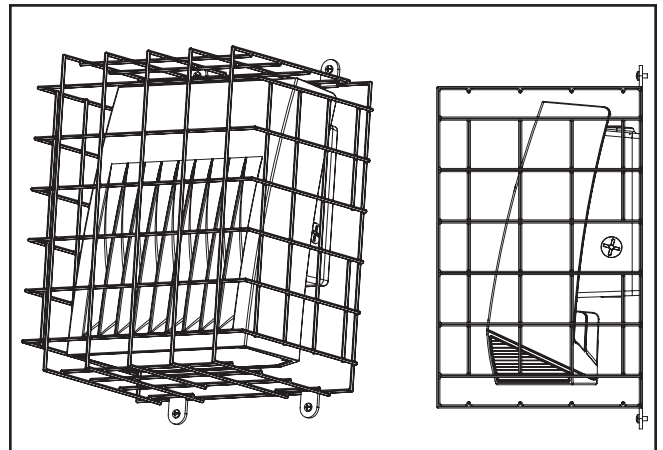

Figure 1.
3. Utilisez des attaches no 8 (fournis par un tiers) pour fixer le protège-fils à la surface de montage. (Figure 1.)